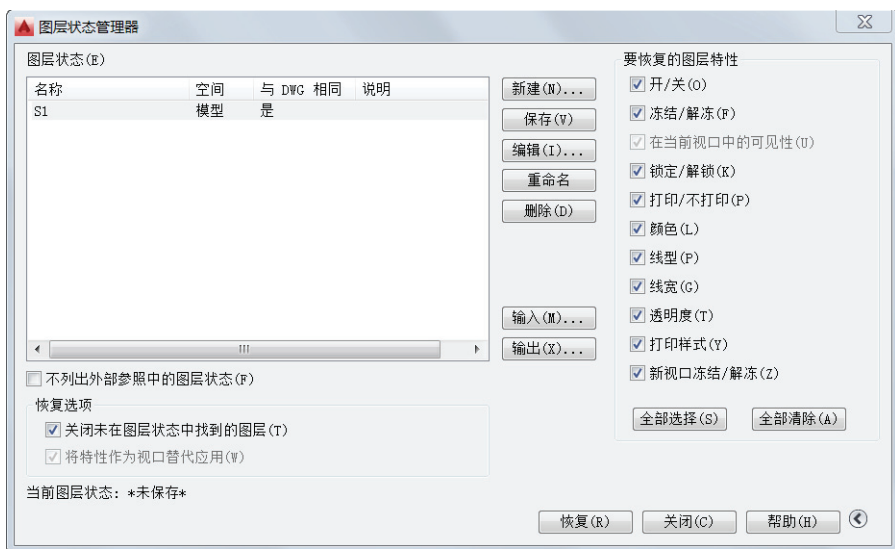

图 6-32 使对话框显示更多的恢复选项
(13) “更多恢复选项”按钮：单击该按钮，则在对话框中显示更多的恢复选项，而此时对话框显示有“更少恢复选项”按钮，如图 6-32 所示。